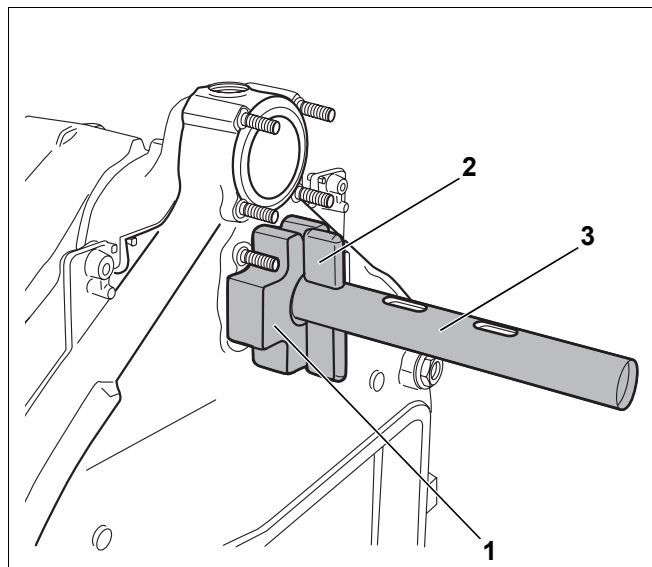

Bild 15 Kesselpresswerkzeug am Hinterglied
- ▶ Auf der Kesselnrückseite Zusatzflansche (Bild 15, **Pos. 1**) auf beide Zugstangen (Bild 15, **Pos. 3**) aufschieben und jeweils mit Keil (Bild 15, **Pos. 2**) bzw. Zylinderstift (bei Presswerkzeug 2.2) sichern.